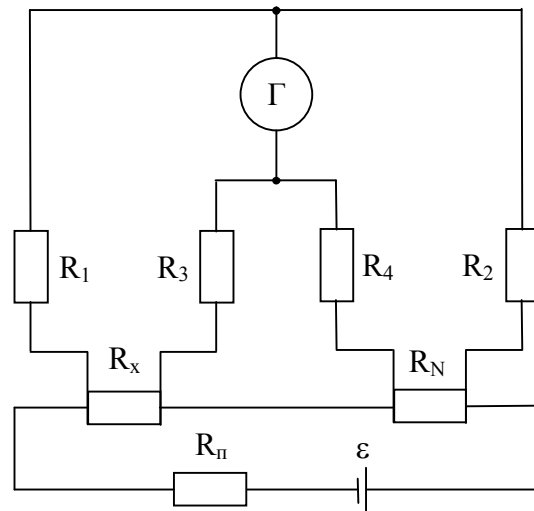

Рис. 2.
16. Равновесие двойного моста постоянного тока (рис. 2) имеет место при следующих значениях сопротивлений, из которых составлен мост: $R_1 = R_3 = 200 \text{ Ом}$, $R_2 = R_4 = 100 \text{ Ом}$, $R_N = 0,001 \text{ Ом}$. Сравнивающим устройством является магнитоэлектрический гальванометр. Определите сопротивление R_x , при котором мост уравновешен.